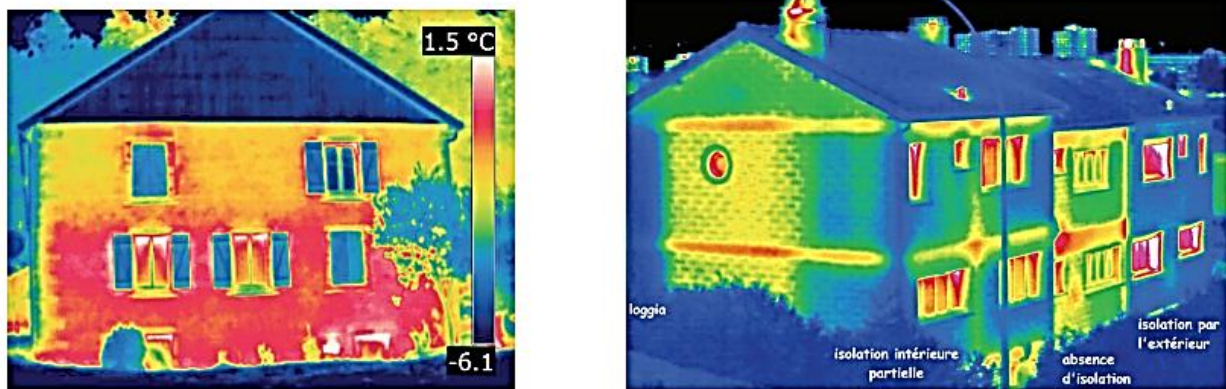

FIGURE 1 – Thermographie infrarouge.
I.12.f. En revenant sur les photographies de la figure 1, page 5, quel phénomène avons nous négligé ?